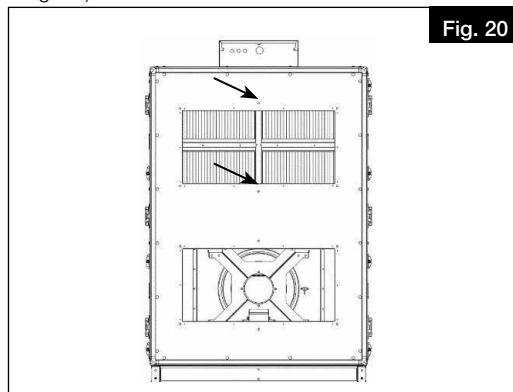

Fig. 20
- Sur les centrales AIR1 RH 5000-15000, l'accessoire doit être fixé à l'aide des brides de fixation après le vissage (voir Fig. 20).